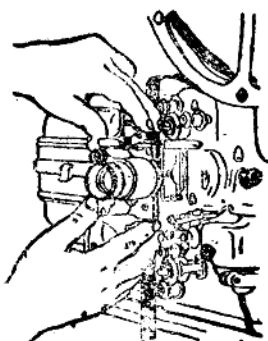

图1-16 装入片門
①将空片夹装到收片轴上, 把有影片的片夹装到供片轴上, 并将轴端的锁扣关好(注意! 影片上画幅的影像应倒立、齿孔向外)。
②把影片从供片夹拉出约1.5米, 打开片门, 以两手中指压着影片使它平直地放在片槽内, 两手拇指推上片门盖, 如图1.16。
③在片门上方造成长度约10—12个画幅(从片槽上端至滑轮)的缓冲弯。然后把影片装在供片齿轮上, 使影片齿孔